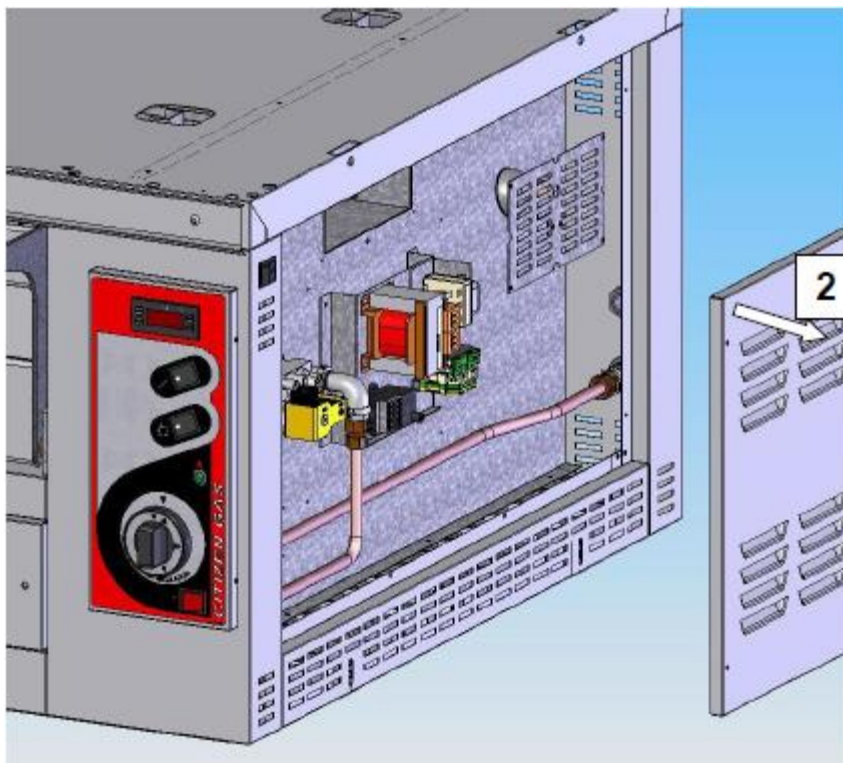
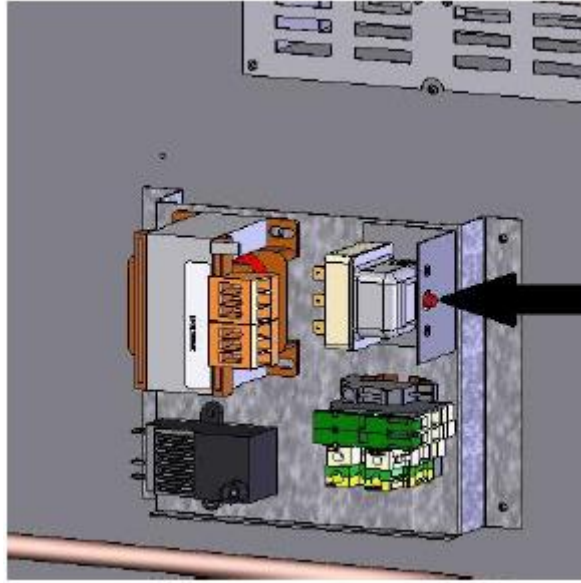

Рис. 8.1
Рис. 8.3
1. Снимите правую крышку панели управления, открутив 4 винта, чтобы получить доступ к электрическому оборудованию (см. рис. 8.1).
Снимите правую крышку панели управления (см. рис. 8.1) и нажмите на красную кнопку предохранительного термостата (см. стрелку на рис. 8.3). Приведение термостата в рабочее состояние после блокировки не допускается до тех пор, пока температура в камере печи не опустится ниже уровня  $500^{\circ}\text{C}$ .